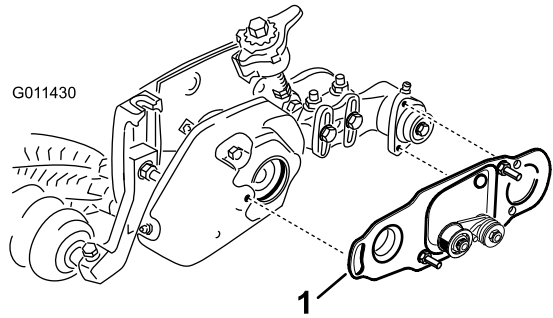

Figura 48
5. Si está instalado un cepillo de rodillo, la placa del cepillo (Figura 48) debe estar paralela a la chapa lateral de la unidad de corte.